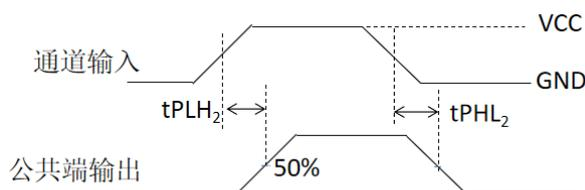

图6.4.2a从开启通道到公共端传输延迟时间参数
- (1) 电源引脚接VCC，使能信号接GND，选择信号的值决定哪个通道开启。
- (2) 开启通道接输入1MHz方波，其余关断通道浮空。
- (3) 公共端接50皮法电容到GND。
- (4) 量开启通道到公共端传输延迟时间各参数，如图6.4.2a。